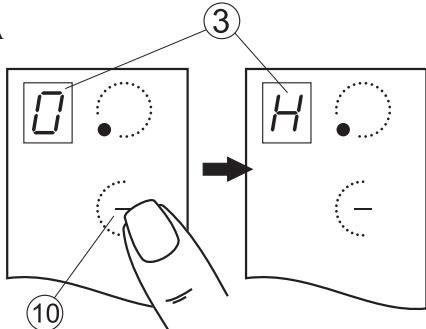

Рис.17
После выключения конфорки в окне индикации ③ (рис. 17) высвечивается буква «H» (от англ. hot – «горячий»).